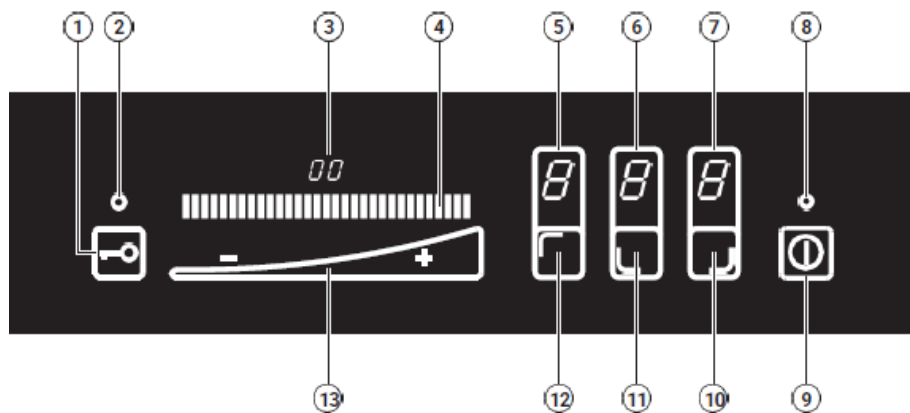

Rys. 1.5 Panel sterujący kuchni GPC 2+1, OPTIMEX 2+1 - poz. 7 na rys. 1.1
- nacisnąć przycisk włączania płyty kuchennej (poz. 8 na rys. 1.5). Po jego naciśnięciu, pola z mocami palników pokażą wartość „0”,